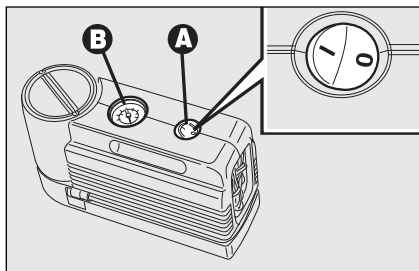
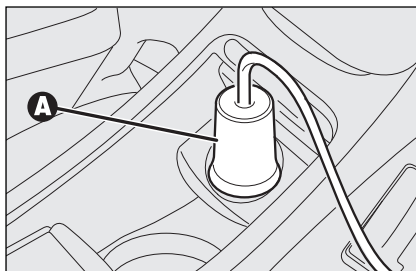

fig. 19
fig. 20
- controleer of de schakelaar **A-fig. 19** van de compressor in stand **0** (uitgeschakeld) staat, start de motor, steek de stekker **A-fig. 20** in het contact of de aansteker op de voortunnel en schakel de compressor in door de schakelaar **A-fig 19** in stand **I** (ingeschakeld) te zetten.
- pomp de band op tot de voorgescreven spanning (zie de paragraaf "Banden" in het hoofdstuk "Technische gegevens"). Controleer de bandenspanning op de drukmeter **B-fig. 19**. Voor een nauwkeurige aflezing moet de compressor worden uitgeschakeld;